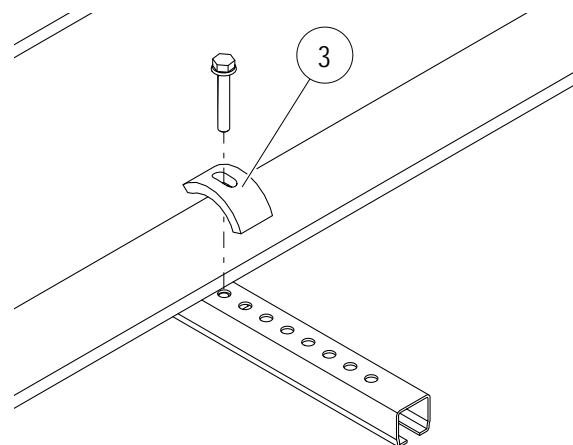

Abb. 29: Spannpratze (Pos. 3) verschrauben
- Die Vierkantmutter (Pos. 2) mit der Schraube und der Spannpratze (Pos. 3) an beiden Seiten des Tragprofils mit 25 Nm anziehen (siehe Abb. 29).